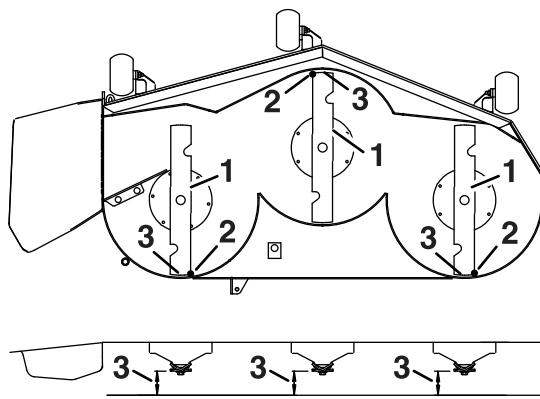

Рисунок 82
- Перевірте рівень встановлення передньої та заднього боку ножа (Рисунок 82). Переконайтесь, що кінчик передньої частини ножа нижчий від кінчика заднього боку ножа згідно до таблиці висоти та кута нахилу. Якщо рівень потребує коригування, продовжуйте виконання процедури.